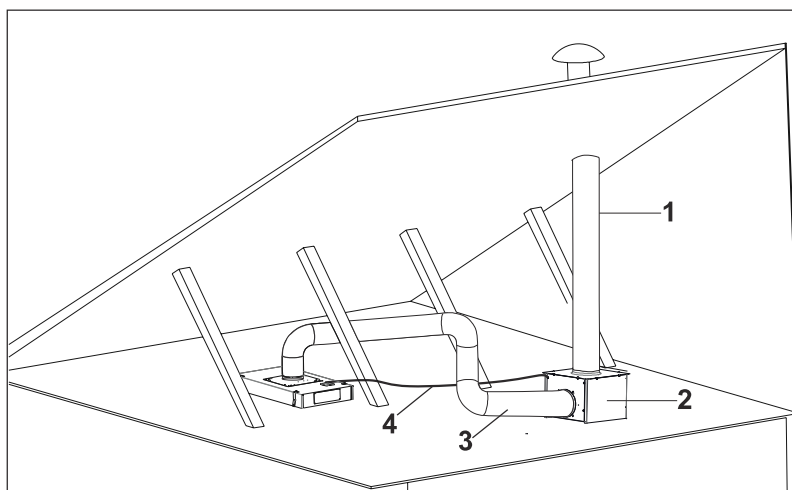

Fig. 35
10. ➔ Monter produktet efter tidligere anvisninger (Fig. 35 / Fig. 35 / Fig. 35 / Fig. 35).
Monter aftrækskanalerne (læs punkt 2 under afsnit: Larm & Støj (fra motor)* for gode råd) (Fig. 35).
Tilslut nu det 8m. lange kabel til emhætte kabinettet og motor kabinettet for at sikre forbindelse ml . disse. (Fig. 35).